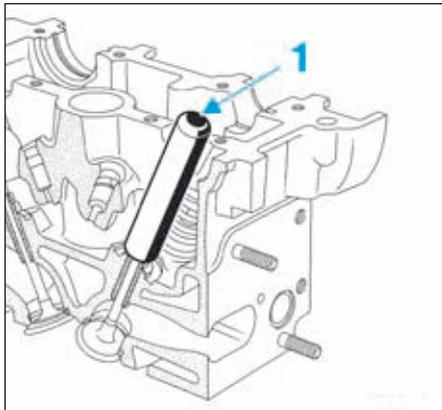

FIG.28
- Mettre en la tige de poussée (1) de l'outil [3] sur le joint de queue de soupapes (Fig.28).